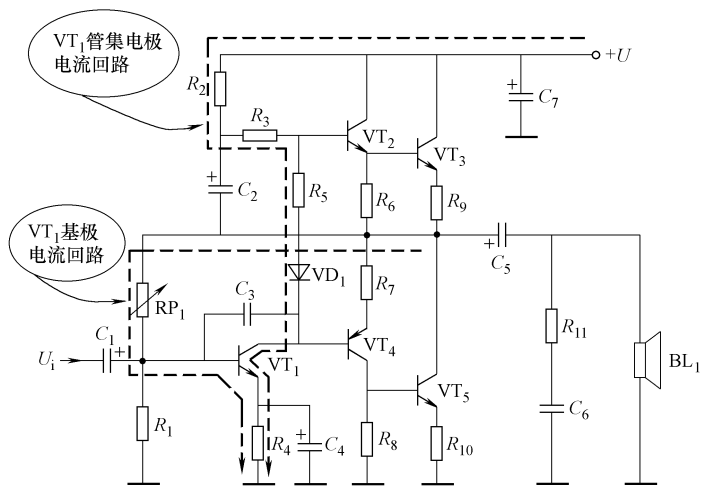

图 11-133  $VT_1$  管直流电流回路示意图
1)  $RP_1$  可以调节静态电流。 $RP_1$  和  $R_1$  对输出端的直流电压进行分压, 分压后的电压给  $VT_1$  提供基极直流偏置电压, 调节  $RP_1$  阻值大小可改变  $VT_1$  静态偏置状态, 从而可改变  $VT_2 \sim VT_5$  静态偏置状态。如图 11-133 所示是  $VT_1$  管直流电流回路示意图。